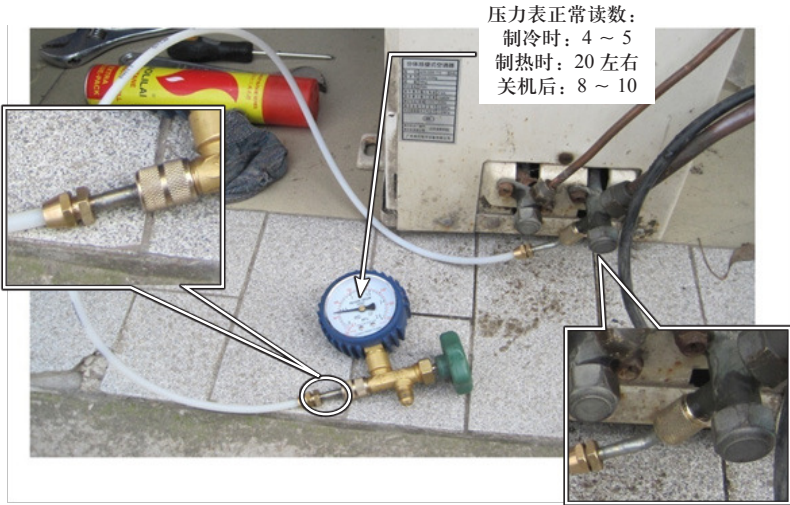

图 3-27 检压操作
2) 米英制气带的米制管口安装到压力表的侧管口，英制管口安装到室外机三通截止阀的维修管口，使压力表与制冷系统连接，此时压力表示的读数就是制冷系统的压力值，检压的连接如图 3-27 所示。